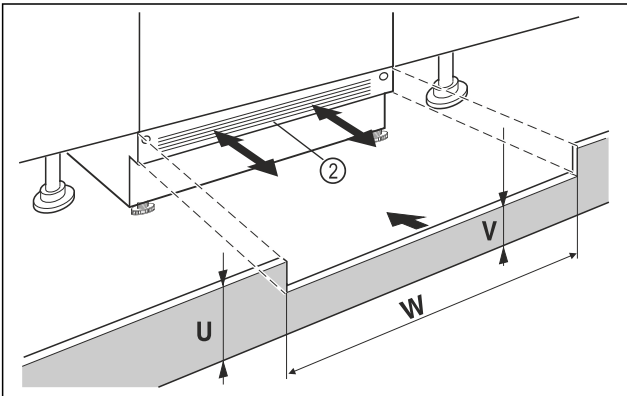

Fig. 12 Esimerkkikuva
- ▶ Aseta laitesokkelireunus Fig. 12 (2) paikoilleen, mutta älä kiinnitä sitä vielä.
- ▶ Jos sokkelireunus on näkyvässä Fig. 12 (2), vedä se niin pitkälle eteenpäin, että tuuletusristikon ja kalustesokkelireunuksen etureuna muodostavat tason.
- ▶ Jos sokkelireunus on piilotettu Fig. 12 (2), työnnä se täysin taakse.
- ▶ Varmista, että tuuletusraot ovat täysin vapaina: Leikkaa tarvittaessa pois kalustesokkelireunuksen Fig. 12 (U) korkeudesta!
- ▷ Sovita syvennyksen leveydeltä Fig. 12 (W) reunakorkeus Fig. 12 (V) laitesokkelireunuksen alla Fig. 12 (2).